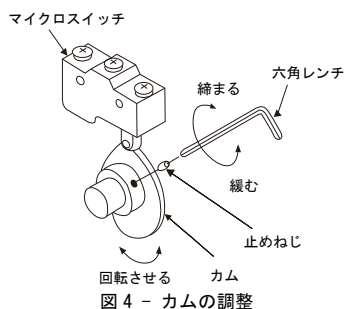

図4 - カムの調整
1. カムがスムーズに動くように、図4のように六角レンチを使用して止めねじを緩めます。